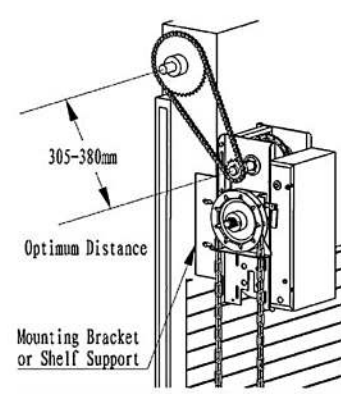

Figura 2
b). - Montaje al Soporte (Véase la **figura 2**)